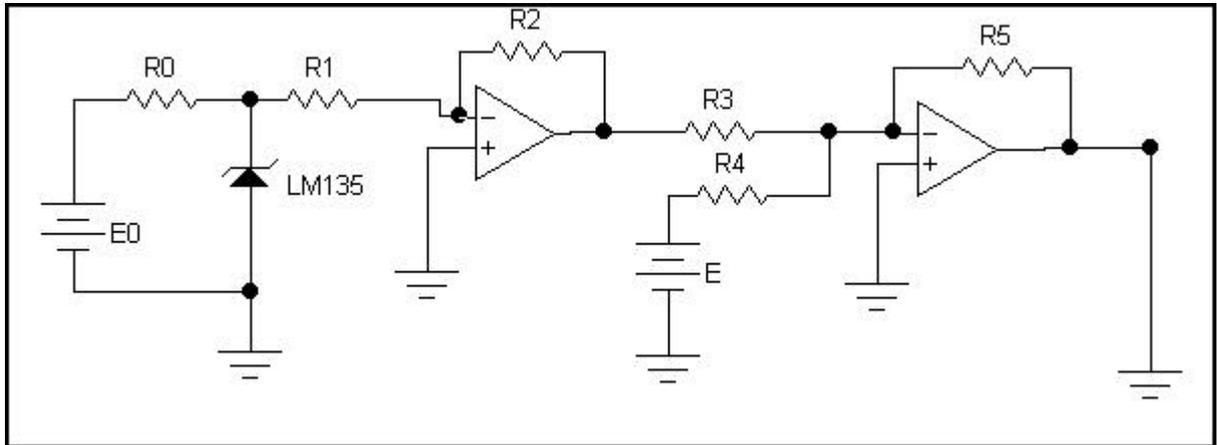

Figure 4
4. Le montage électronique complet est donné par la figure 4. En s'aidant des résultats précédents, donner la condition sur E pour que $V_s' = K T$, où K est une constante que l'on déterminera en fonction des données du problème.